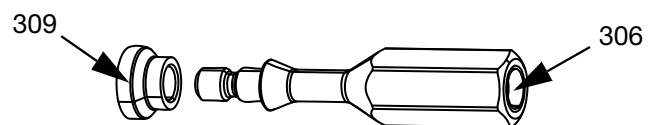

FIG. 15
5. Stryk på medföljande blå anaerobiska limmet på nederdelen av gängorna på kolvstången (410).
6. Sätt tillbaka stångadaptorn (306) och dra åt till 2,3 N•m (20 tum-lb) med en 6 mm nyckel eller ett bräckjärn.
7. Sätt tillbaka vätskesektionen (E) och utloppsblocket (N).
8. Trä på sätet (307) på stångadaptorn (306).
9. Trä på munstyckssätet (309) på stångadaptorn (306). Se hur munstyckssätet är vänt i FIG. 15.